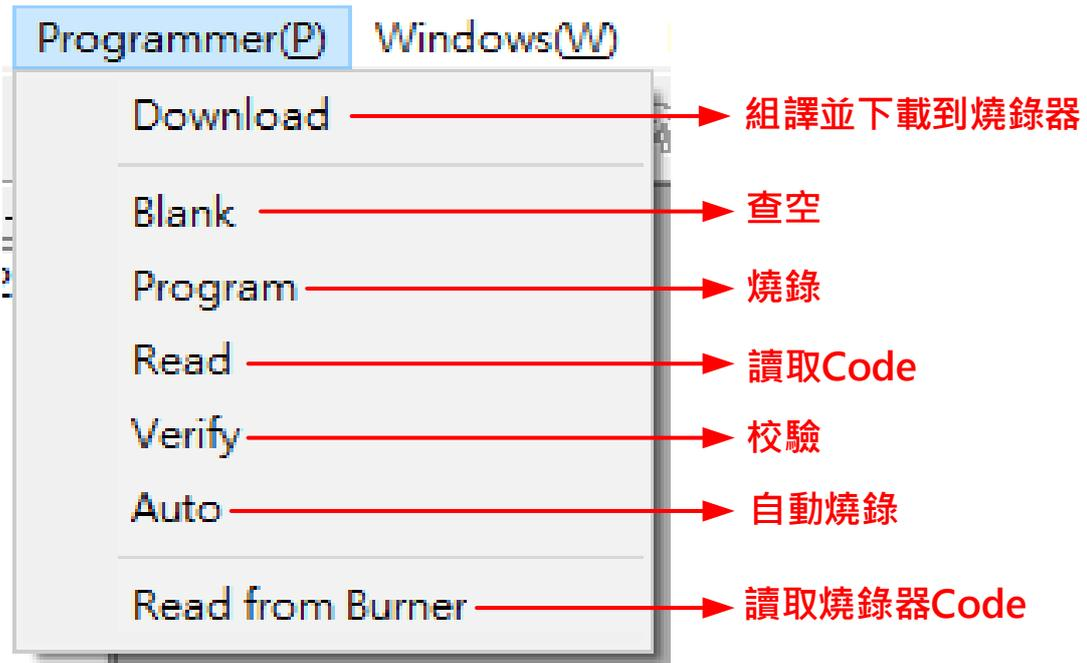

图 2-5
- 当点击命令菜单栏 'Programmer' 出现选择画面，如图 2-5。